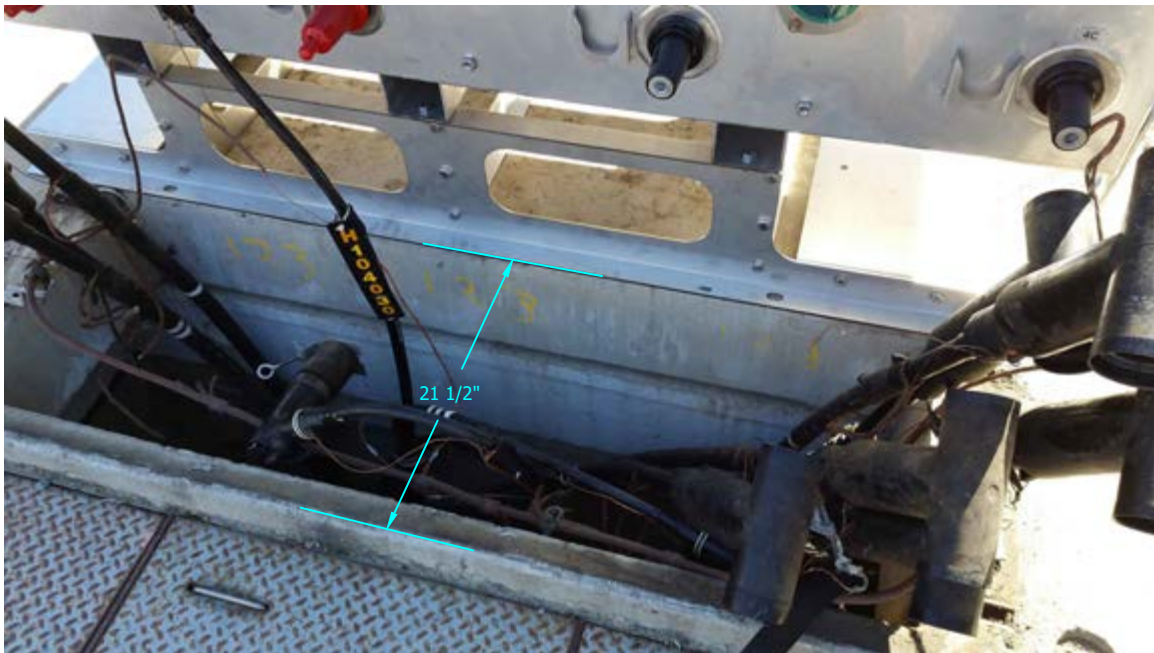

FIGURE 4
D. MOTOR OPERATOR LINKAGE REQUIRES 20-INCHES OF SPACE IN THE OPEN POSITION TO NOT IMPACT THE PADMOUNT ENCLOSURE DOORS. LEAVE 21 1/2 INCHES FROM THE FACE OF THE SWITCH TO THE PADMOUNT ENCLOSURE DOORS. SEE FIGURE 4.